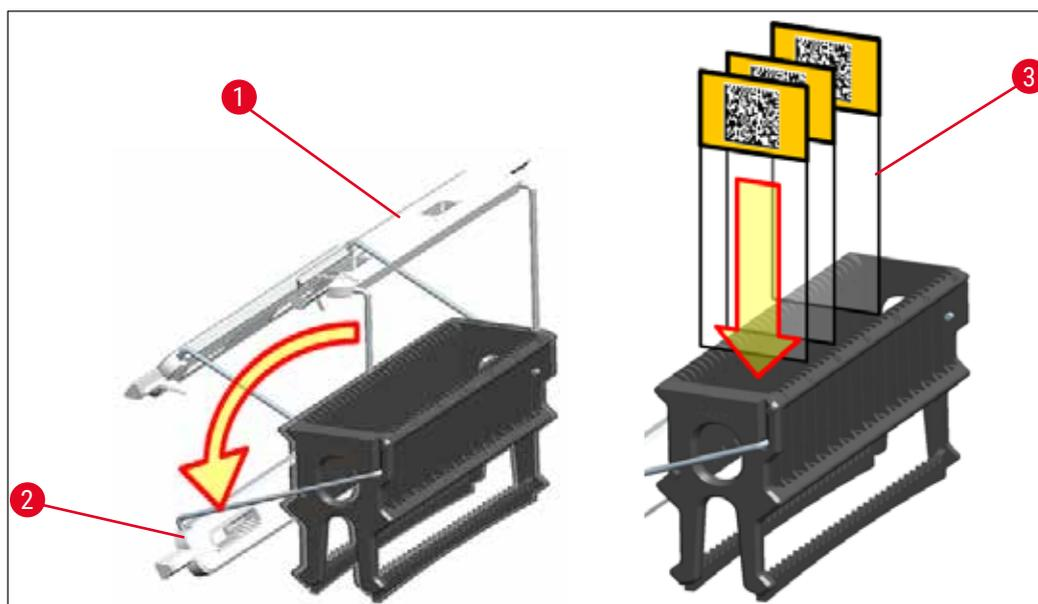

Fig. 83
- A frente do rack é rotulado com o logo da Leica. Com a alça conectada, é possível ler **DIANTEIRA** ao olhar para a alça (→ "Fig. 83").
1. Dobre o manuseio do rack na posição vertical (→ "Fig. 83").